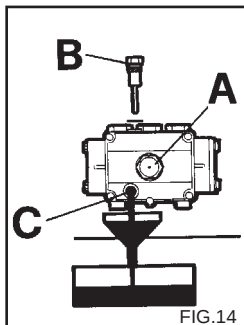

FIG.14
- 1) Skruva ur dräneringspluggen som är placerad under pumpen (fig. 14 C).
- 2) Skruva ur locket med oljesticken (fig. 14).